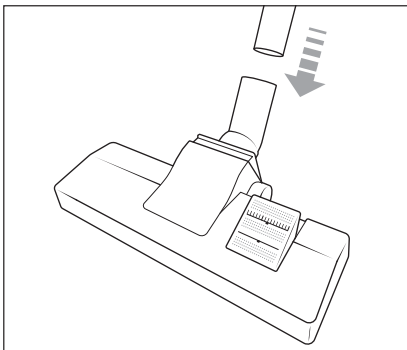

Abb. 2
- 2) Schieben Sie das Teleskopsaugrohr **16** in die Bodenbürste **14**, bis es fest in der Bodenbürste **14** sitzt (siehe Abb. 2).